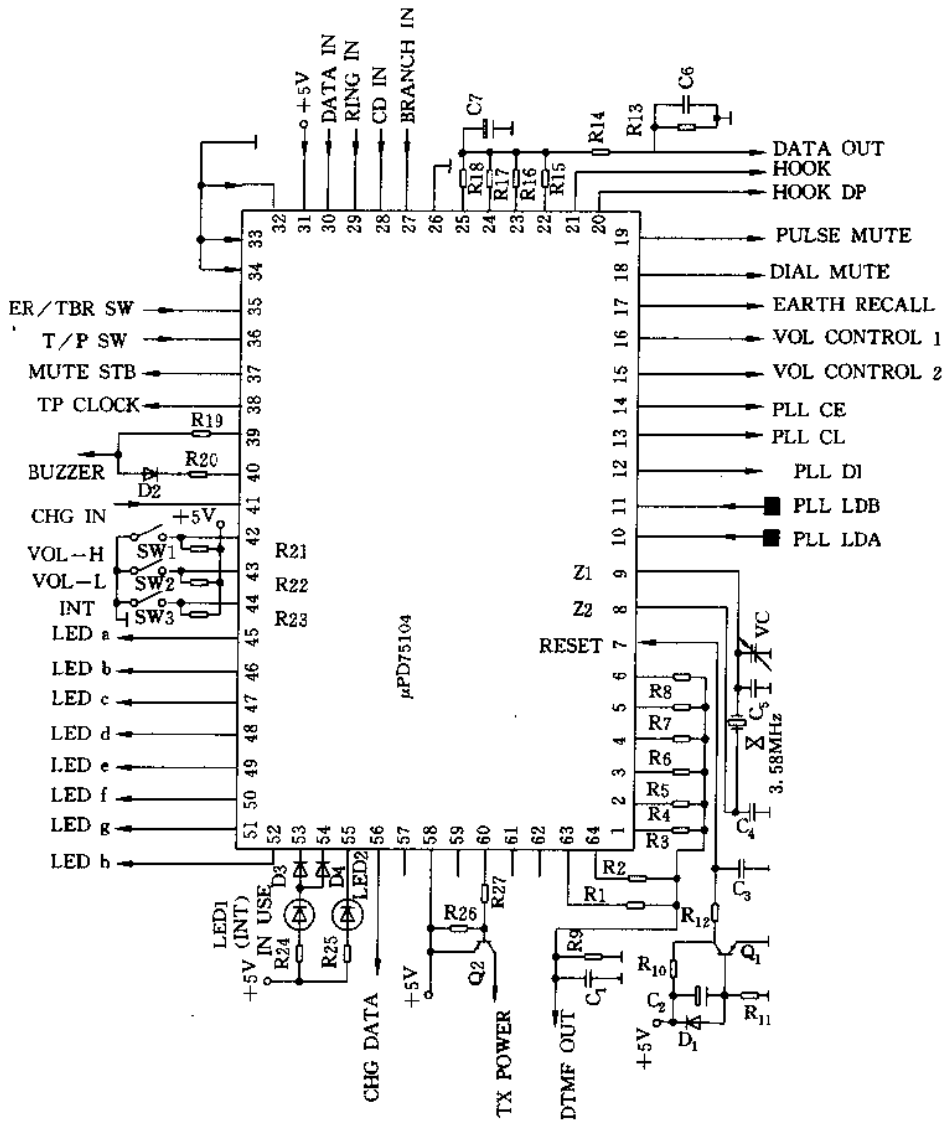

图 2-98
③ μ PD75104 在无绳电话机中的一种应用接线图如图 2-98 所示,本电路用于主机上。其中, Q_1 、 D_1 、 C_2 、 C_3 、 R_{10} 、 R_{11} 和 R_{12} 等元件组成上电复位电路;由电阻网络 (R_1 、 R_2 、 R_3 、 R_4 、 R_5 、 R_6 、 R_7 和 R_8) 组成 D/A 转换器,产生双音多频模拟信号;以及外线保持时的音乐信号, R_{15} 、 R_{16} 、 R_{17} 和 R_{18} 组成的 D/A 转换器产生发射所需要的编码等数据信号;模拟振铃信号由 R_{19} 、 R_{20} 和 D_2 网络产生; Q_2 等元件组成发射电源控制开关,以控制主机是处于通话状态还是处于待机状态。10~14 脚控制锁环进行多频道自动扫描寻址;15~16 脚控制喇叭的音量大小;18~19 脚实现拨号的静音功能;17 脚是产生对地回叫信号(此信号在国外话机上有用);20 脚控制话机摘机;21 脚可实现外线保持功能;27~30 脚分别实现并机检测、载波检测、振铃检测和数据波检测等功能;36 脚为脉冲/音频拨号控制开关脚;42~44 脚分别为音量大、小控制和内部呼叫/对讲控制开关脚;41 脚和 56 脚分别为手机充电检测和密码信号输出端;45~52 脚用于显示开机时的频道指示。
(2) 8 位单片机 MC68HC05C4 简介